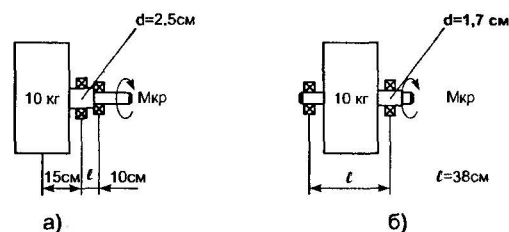

Рис. 17.2. а) Схема СМА с фронтальной загрузкой, б) Схема СМА с вертикальной загрузкой
На рис. 17.2, а, б мы представили схематично два типа СМА — с фронтальной загрузкой и с вертикальной. Поскольку большинство СМА имеют загрузочный вес 5 кг (по крайней мере, так заявлено в инструкциях), то и мы обозначим вес сухого белья в 5 кг. Будем считать, что белье из хлопка и имеет способность к впитыванию воды 1:1. Значит, вес мокрого белья (P) составит 10 кг. Это даст нам некоторое удобство для расчетов. А расчеты мы проведем самые упрощенные, т. к. и такие позволят решить наш вопрос.
На рис. 17.2, а — СМА с одной только опорой (фронтальная загрузка). В курсах технической механики подобный тип опоры называется консолью.
Теперь вычислим δ_2 для второго варианта на рис. 17.2, б. Как видим, в этой конструкции две опоры.